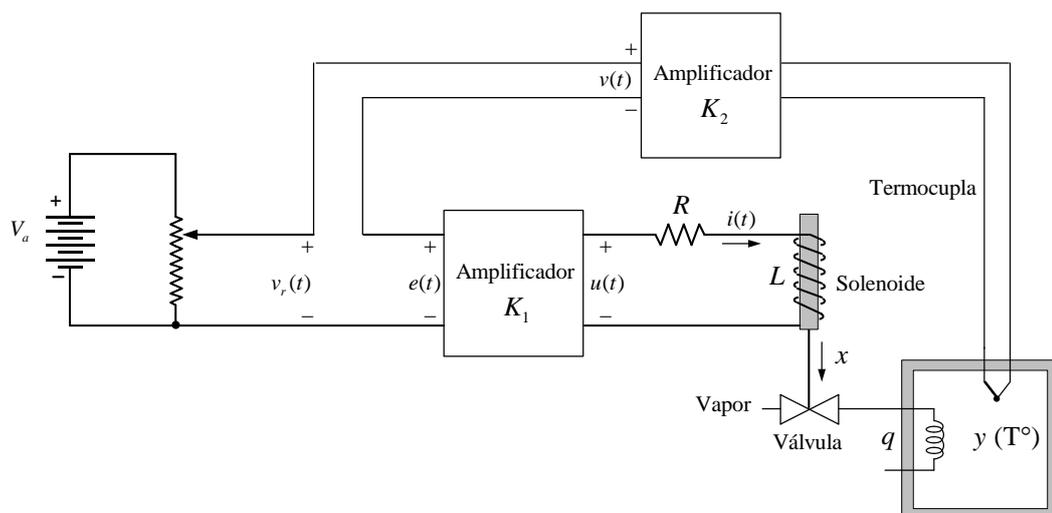

Figura 1.
Considere el sistema de control de temperatura a lazo cerrado de la Figura 1. En este sistema se pretende controlar la temperatura  $y(t)$  dentro de la cámara, la cual es calentada a través de vapor. El flujo del vapor  $q(t)$  utilizado en el sistema es proporcional a la apertura  $x(t)$  de la válvula, o sea  $q(t) = K_q x(t)$ . Esta apertura es controlada mediante un solenoide, y la misma es proporcional a la corriente  $i(t)$  en su bobina, es decir  $x(t) = K_s i(t)$ . En el sistema indicado también se considera que la temperatura de la cámara y el flujo de vapor  $q(t)$  están relacionados por la ecuación (1)
- En la figura 1 indicar las partes del sistema de control: planta, actuador, controlador y sensor.